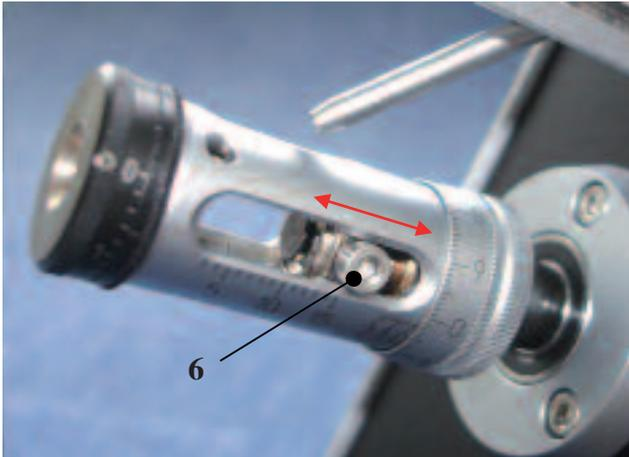

Fig. 20
- Faire jouer lentement la grosse vis Allen (6) d'avant en arrière. Ceci amène les quatre lames à s'engager automatiquement dans les coulisses du guide, Fig. 20.